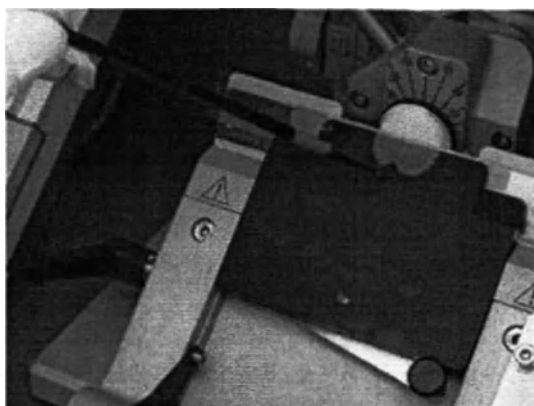
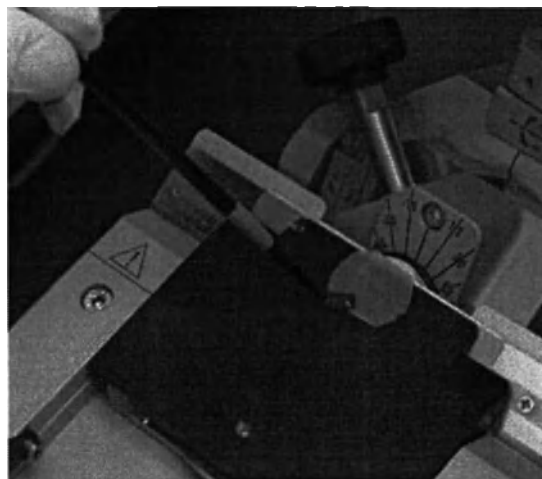

Рисунок 8.61
Рисунок 8.62
12. Вращая маховик, небольшой щеткой (или подобным инструментом) слегка надавите на передний край среза, затем аккуратно подтолкните срез вперед к зажимной планке (Рисунок 8.61 – Рисунок 8.62).